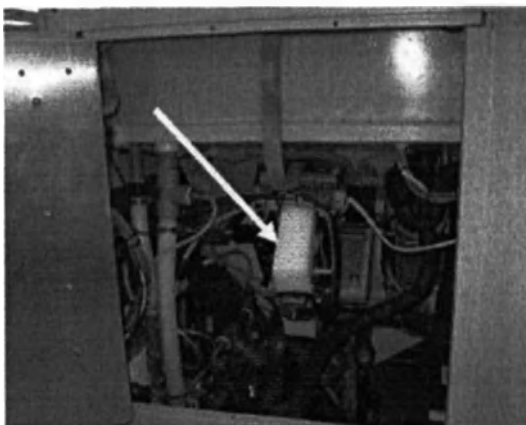

Рисунок 8.11
4. Вытяните и удалите вставку из пенопласта для микротомы в верхней части (Рисунок 8.11). Чтобы достать вторую вставку из пенопласта для микротомы, медленно